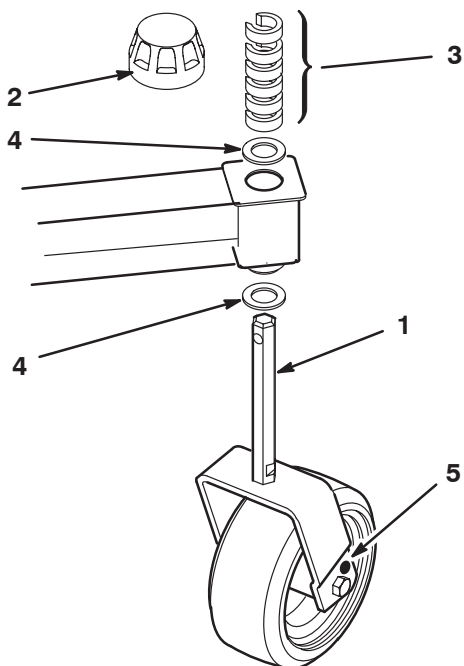

Fig. 11
1. Ta bort spännlocket från spindelaxeln (fig. 11).
2. Ta bort eller lägg till "C"-formade distansbrickor vid det smala partiet på spindelaxeln, under hjularmen, för att få önskad klipphöjd (fig. 11). Se till att tryckbrickorna – inte distansbrickorna – är i kontakt med hjularmens övre och nedre del.
3. Montera spännlocket så att allt sitter stadigt (fig. 11).